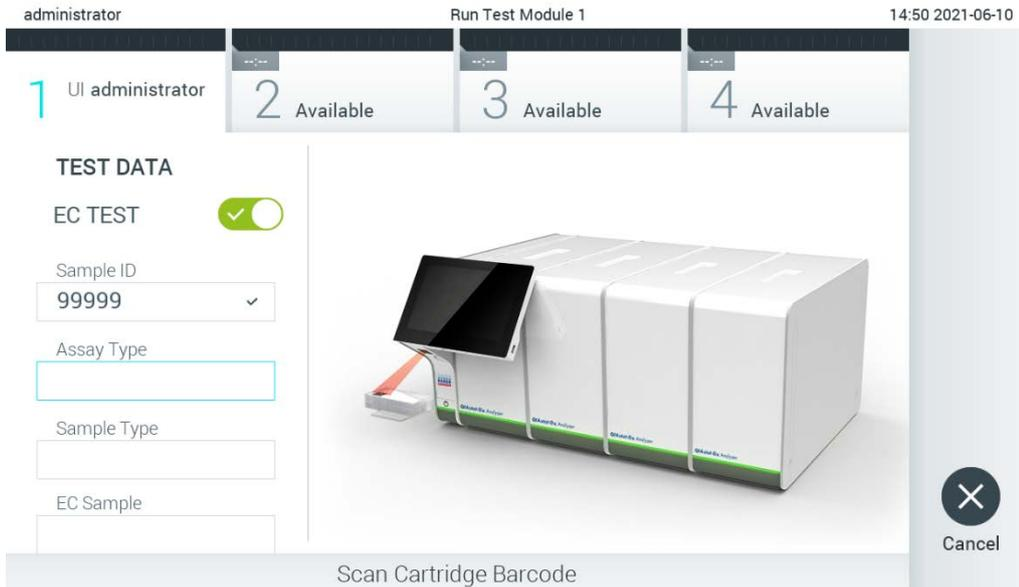

Figure 89. Lecture du code à barres de la cartouche de dosage QIAstat-Dx.
4. Lorsque vous y êtes invité, lisez le code à barres de la cartouche de dosage QIAstat-Dx à utiliser. Le QIAstat-Dx Analyzer 1.0 reconnaît automatiquement le dosage à effectuer, en fonction du code à barres de la cartouche de dosage QIAstat-Dx (Figure 89, page suivante).